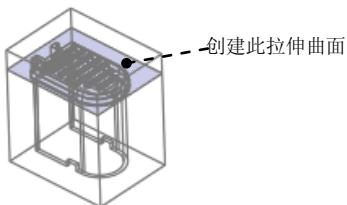

图 9.13 创建拉伸曲面
Step5. 通过“拉伸”的方法，创建图 9.13 所示的拉伸曲面。